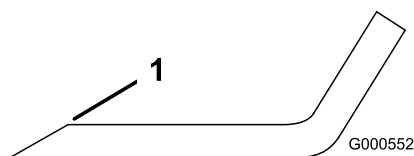

**Figure 71**
1. Au moyen d'une lime, aiguissez les tranchants aux deux extrémités de la lame (Figure 71).
**Remarque:** Si la lame est déséquilibrée, limez un peu l'extrémité de l'ailette seulement (Figure 71).